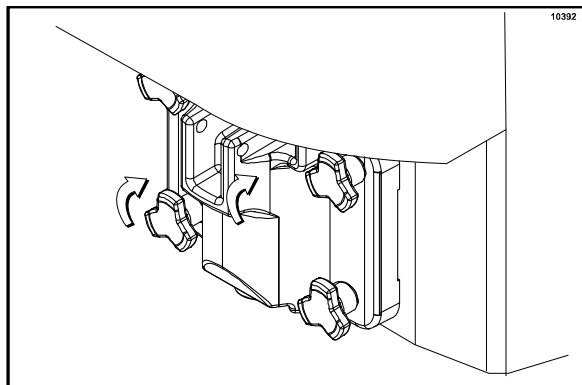

Figura 138
10. Instale a porta do cilindro. Insira o desaglomerador pelo batedor no cilindro de congelamento. Instale os parafusos de aperto manual com a porta assentada sobre os pinos da máquina. Aperte-os igualmente, usando um padrão entrecruzado para assegurar que a porta fique bem firme. (Veja a Figura 138.)